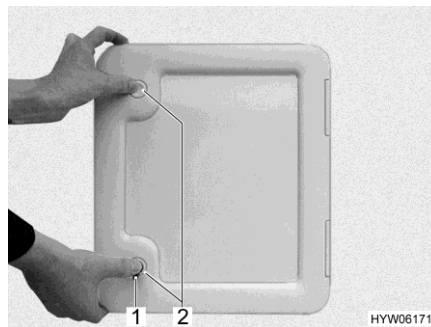

Fig. 275 Trampilla para el depósito de aguas fecales
- Abrir la trampilla para el depósito de aguas fecales en el exterior del vehículo. Para esto, introducir la llave en el cilindro de cierre del cierre a presión (Fig. 275,1, Fig. 276,1 ó Fig. 277,1) y girarla un cuarto de vuelta.
- En caso de existir: presionar ambos cierres a presión (Fig. 275,2 ó Fig. 277,2) al mismo tiempo con el pulgar y abrir la trampilla.